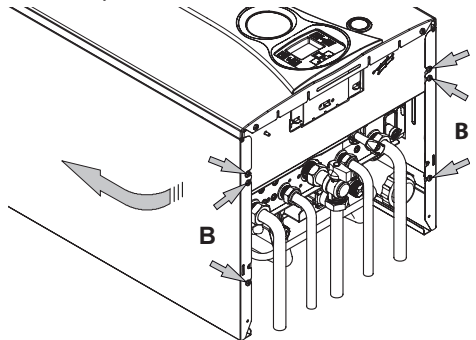

Figura 9.2
- Afloje los tornillos B en la Figura 9.2 y desmonte los dos paneles laterales empujándolos hacia arriba para liberarlos de los ganchos superiores.